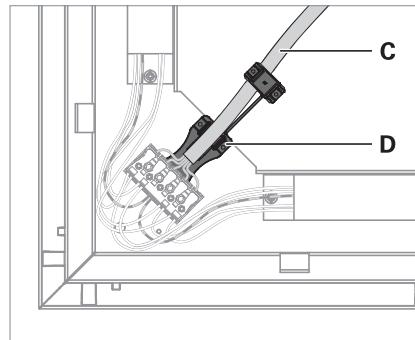

Fig. 6: Montare il serracavi.
- ▶ Fissare il cavo di collegamento **C** con il serracavi **D**, vedi Fig. 6.